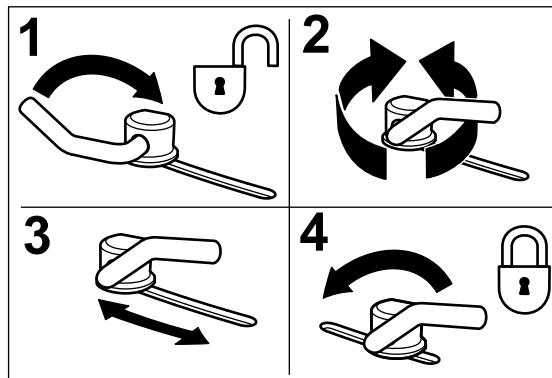

Figura 15
- Regolate i blocchi delle camme girando la leva verso l'alto per allentare il blocco della camma (Figura 15).
- Spostate la leva sopra per serrare il deflettore e i blocchi delle camme (Figura 15).